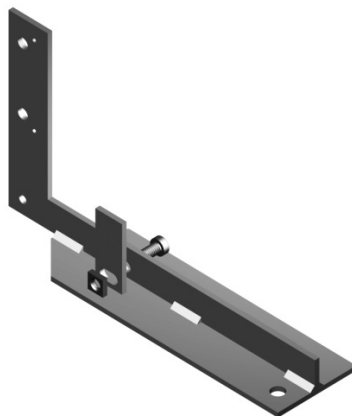

Рис. 3
- кронштейн АУРС.УС65.0750 дополняется опорной пластиной АУРС.УС65.0911, которая крепится с помощью винта М10х25 DIN7984 и гайки М10 DIN562 (рис. 3);